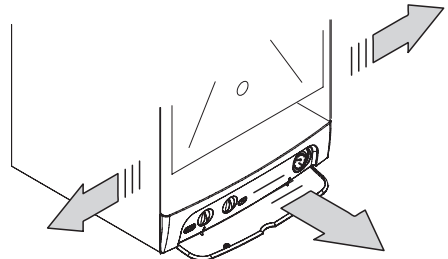

Fig. 5.16
- Spostare i pannelli laterali e estrarre frontalmente il pannello comandi per accedere alla morsettiera di alimentazione Fig. 5.16.